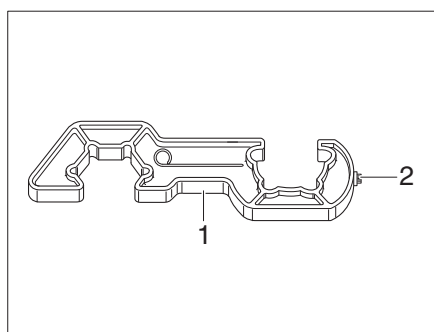

Bild 246 Skruvhjälpmål
- Vid av- och påskruvning av högtrycksslangen ska det medföljande skruvhjälpmedlet (Bild 246,1) användas. Skruvhjälpmålet säkerställer det nödvändiga åtdragningsmomentet och förhindrar skador på skruvförbandet orsakade av fel verktyg.
- Skruva av högtrycksslangen (Bild 245,3) med skruvhjälpmålet (Bild 246) från gasflaskan.